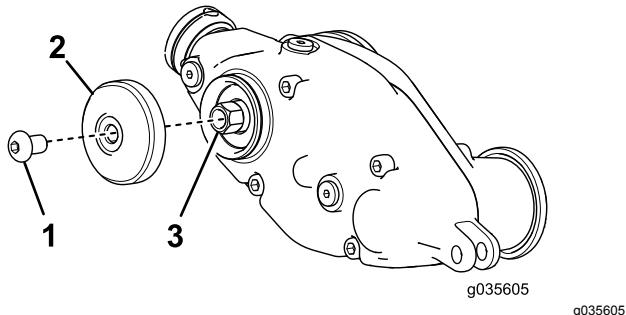

Figure 13
7. **Groomer universel seulement (sans kit brosse de rouleau arrière) :** fixez le couvercle arrière à l'aide d'une vis à tête ronde hexagonale creuse (5/16" x 1/2"), comme montré à la Figure 13.